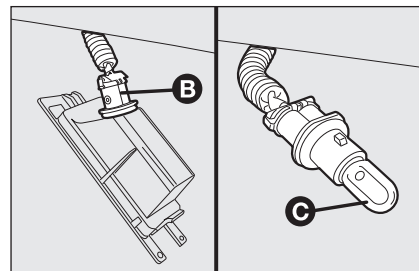

fig. 35
- ☐ gire en sentido horario el portalámparas **B**-fig. 35;